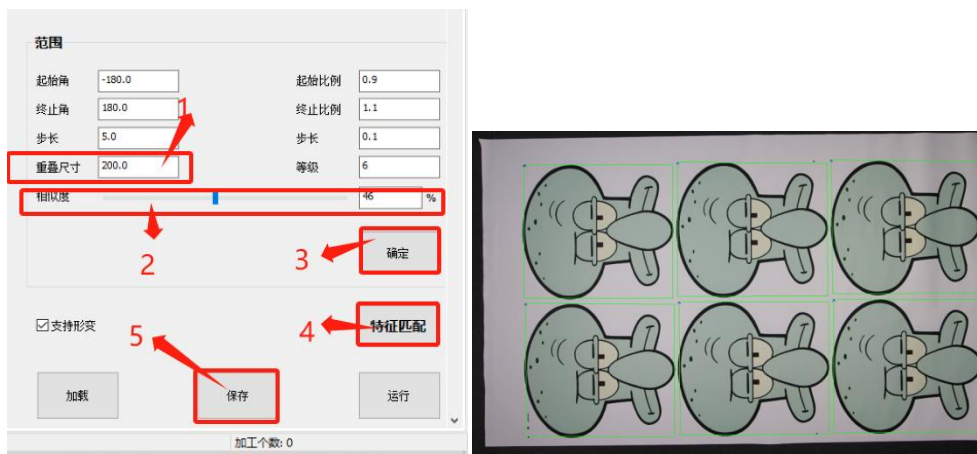

图 8-6 粗定位步骤 1
1.) 根据情况设置“重叠尺寸”，滑动“相似度”，单击“确定”，单击“特征匹配”，查看图像是否全部匹配，单击“保存”（图 8-6）。